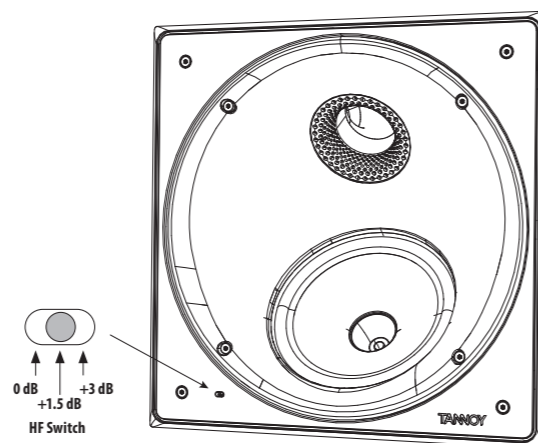

Fig. 10. HF Switch Positions
1. Przełącznik HF ma trzy pozycje, przy czym 0 dB jest płaska. W razie potrzeby wyreguluj, aby dopasować się do położenia pomieszczenia i warunków akustycznych (rys. 10.).